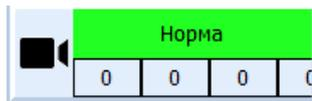

Рисунок 21.12
- **Компонент «Видео подсистема»** - отображает список видео устройств, находящихся в состоянии «Тревога», «Внимание», «Включено», «На охране» (Рисунок 21.12).